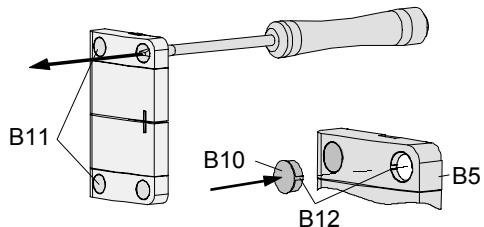

Bild 6: Piktogramme einsetzen/ austauschen
- Mit einem festen Gegenstand (Schraubendreher) von hinten die RUNDEN Piktogrammfenster (B11) herausdrücken (siehe Bild 6).